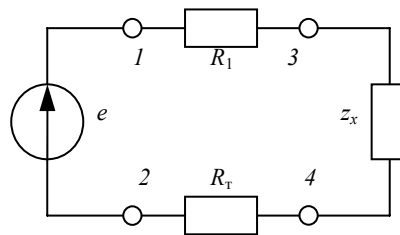

Рис. 4. Схема цепи для измерения  $\varphi$
5. Измерить угол сдвига фаз между напряжением и током в конденсаторе. Для этого собрать схему рис. 4. В качестве датчика тока  $R_T$  использовать низкоомный резистор с известным сопротивлением, например,  $R_T = 1$  Ом;  $z_x$  – исследуемый реактивный элемент (конденсатор). Параметры источника переменной ЭДС прежние.
7. Измерить угол сдвига фаз между напряжением и током в катушке индуктивности  $\varphi_k$  (см. рис. 4,  $z_x$  – катушка индуктивности). Повторить действия п. 5, результаты измерений внести в 3 строку табл. 2. Сравнить результат измерений с результатом расчёта в п. 3, объяснить полученные расхождения.